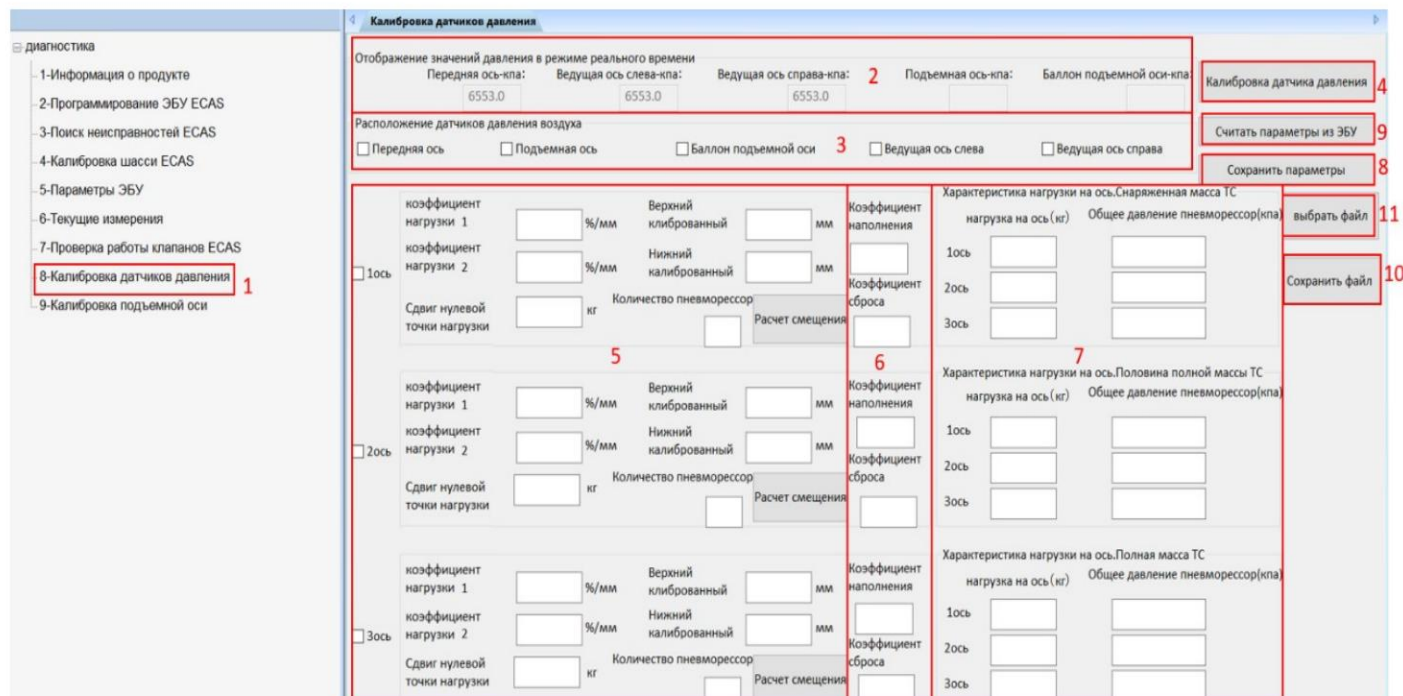

рис. 25 Калибровка давления ECAS
1. Нажмите «Калибровка датчиков давления» на левой панели навигации, (рис.25)